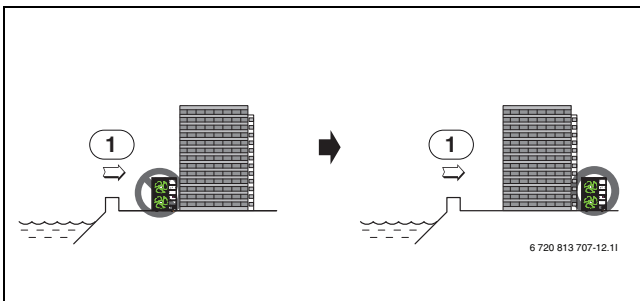

Fig. 13
- ▶ Installare l'unità esterna sul lato non esposto al vento del mare (→ fig. 13).